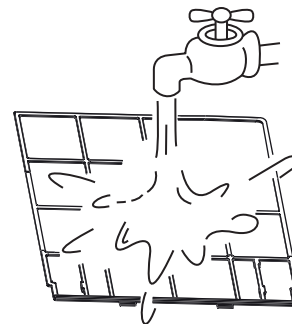

Fig. 6-3
- El lado del paso de aire debe estar orientado hacia abajo si se usa agua (véase la fig. 6-3).